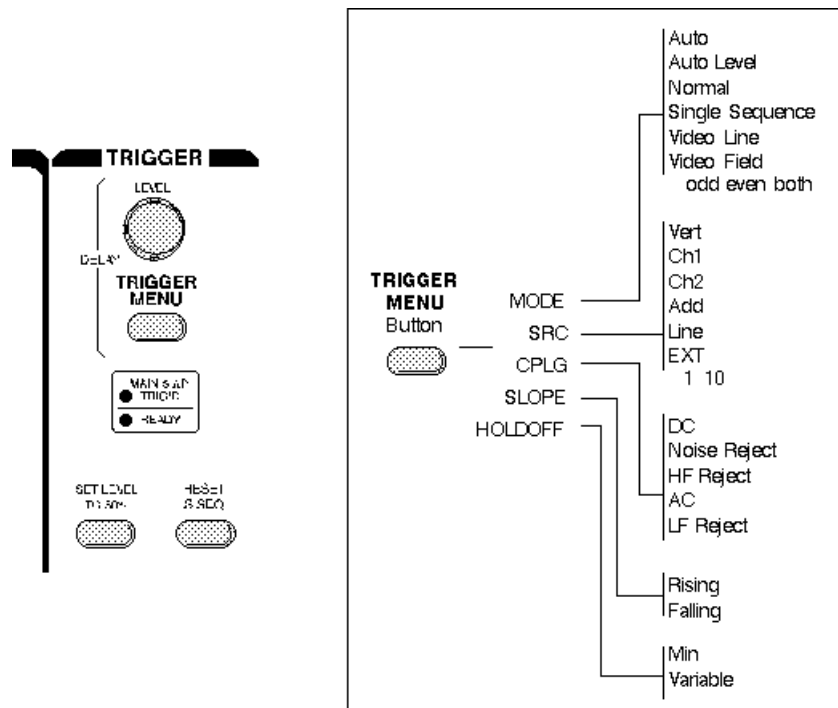

Figura 42: Comandos do sistema de sincronismo e respectivos menus ([Tektronics, 1997a])
O comando de nível e inclinação de disparo existe sempre, tanto nos osciloscópios analógicos (comando 28 do osciloscópio da Figura 2) como nos osciloscópios digitais (*LEVEL* e *SLOPE Rising/Falling*, na Figura 42).
No caso do osciloscópio apresentado na Figura 42, podemos escolher a fonte de disparo na opção *SRC* do menu.
- Varrimento único (conhecido como *Single Sweep* ou *Single Sequence*, no caso da Figura 42), interessante para analisar regimes transitórios.
- Ajuste automático do nível de disparo (*Auto Level*, na Figura 42).
- *Video Line*, no osciloscópio da Figura 42.
- *Video Field*, no osciloscópio da Figura 42 (sendo ainda possível ver apenas as linhas ímpares (*odd*), apenas as linhas pares (*even*) ou ambas (*both*)).
Este comando, além do acoplamento **DC** e **AC**, análogos aos já referidos para o sistema vertical, poderá ainda dispor de outros modos de acoplamento, tais como a rejeição (filtragem) de altas frequências, a rejeição de baixas frequências ou a rejeição de ruído (opções **HF Reject**, **LF Reject** e **Noise Reject**, do menu de *CPLG*, no osciloscópio da Figura 42).